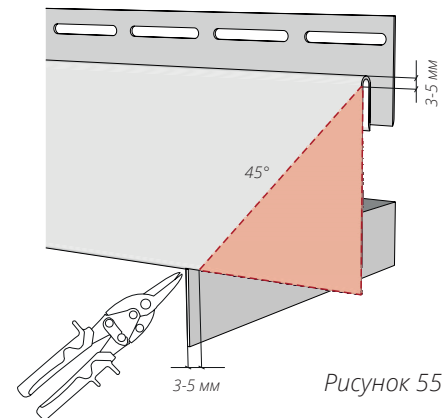
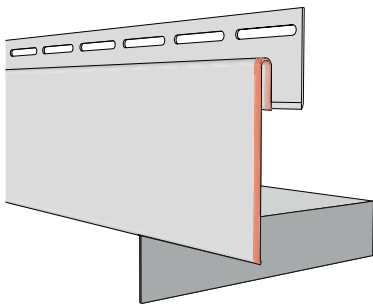
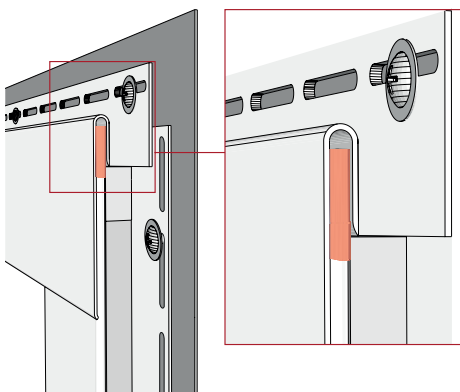

Рисунок 55
Рисунок 63
Рисунок 66
- 13.11** Если соединение околооконных планок нужно выполнить под углом 45°, верхнюю околооконную планку с обеих сторон нужно подрезать согласно рис. 55.
- 13.15** После монтажа околооконные и финишные планки должны оставаться подвижными. На рис. 63, 64, 65 показаны части, которые необходимо точно подогнать. На рис. 66 показана верхняя часть боковой околооконной планки, которую можно поджать, используя клещи прямые, чтобы в месте примыкания был более легкий ход. При подрезе верхней околооконной планки под углом 45° (рис. 55) использовать поджим не нужно.